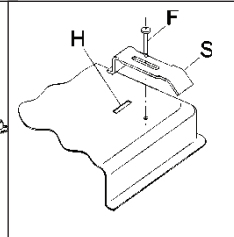

Abb. 10
- Befestigen Sie das Kochfeld mit den passenden Halterungen „S“ und führen den vorstehenden Teil in den Schlitz „H“ unten ein; ziehen Sie die Schraube „F“ an, bis die Halterung „S“ ganz an der Oberfläche anliegt (Abb. 10).